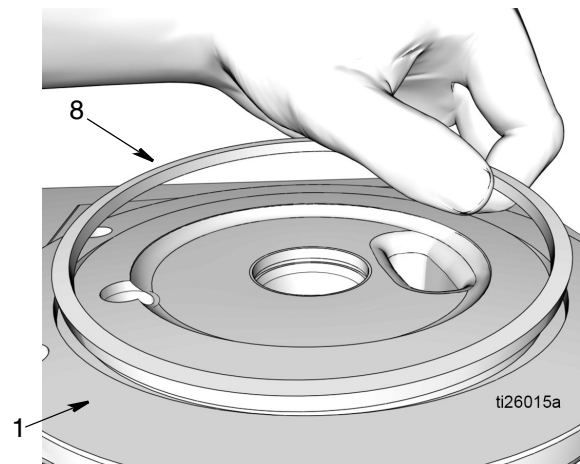

FIG. 46
7. Applicare un sottile strato di grasso all'O-ring quadrato (8). Montare l'O-ring quadrato (8) nella scanalatura alla base della pompa (1) come mostrato in FIG. 46.